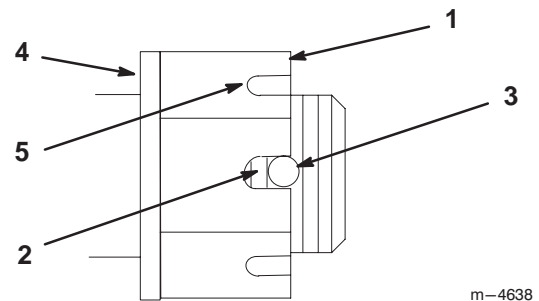

Figure 56
3. Serrez le boulon crénelé à 169,5 Nm (Fig. 56).
4. Mesurez l'espace entre la base de la fente de l'écrou et le bord intérieur du trou. On ne doit pas voir plus de deux filets (Fig. 56).
5. Si plus de deux filets sont visibles, enlevez l'écrou et placez une rondelle entre le moyeu et l'écrou (Fig. 56).
6. Serrez le boulon crénelé à 169,5 Nm (Fig. 56).
7. Serrez l'écrou jusqu'à ce que le jeu de fentes suivant soit en face du trou de l'axe (Fig. 56).